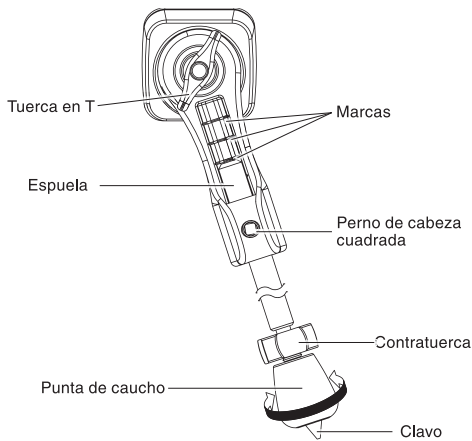

Fig. 1-2A
Fije la espuela al soporte de la espuela y coloque el bombo en posición vertical. Como se muestra en la Fig. 1-2A, aflojando el perno de cabeza cuadrada se puede ajustar la altura de la espuela. Cuando ajuste la altura de las espuelas, utilice las marcas de cada ménsula de espuela para colocar las espuelas en posiciones coincidentes. Aflojar la tuerca en T permite que la ménsula de la espuela fije la espuela del bombo de acuerdo con la posición (A). Cuando ajuste la altura del bombo, asegúrese de que la palma de su mano quepa entre el piso y la parte inferior del aro del lado resonante a fin de obtener un buen sonido.
Como se muestra en la Fig. 1-2A, se puede utilizar una punta de caucho o un clavo en la punta de la espuela. Las espigas pueden utilizarse cuando la batería se coloque sobre una alfombra o moqueta, y las puntas de caucho cuando se coloque sobre una superficie dura. La posición de la punta de caucho se puede asegurar apretando la contratuercas.